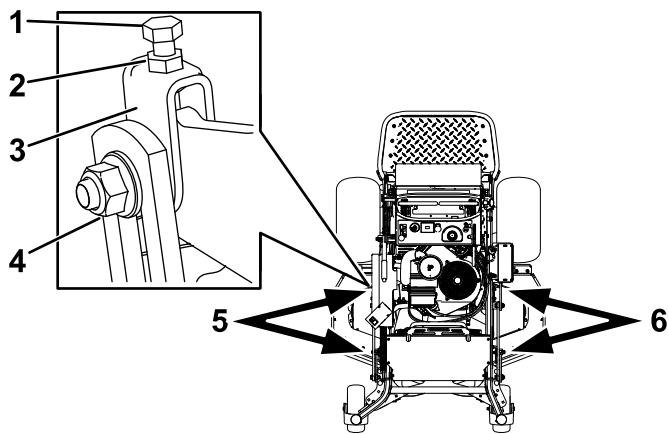

Figure 95
1. Desserrez l'écrou latéral et l'écrou de blocage sur les chapes que vous voulez régler (Figure 95).
2. Tournez le boulon supérieur des chapes pour régler la hauteur du plateau de coupe (Figure 95).